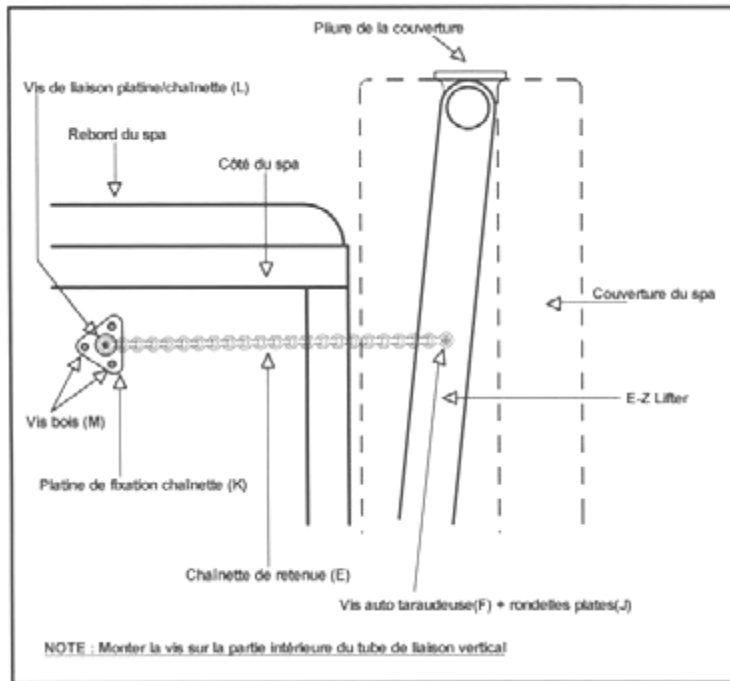

Figure 5
7) Plier la couverture par dessus l'**E-Z Lifter** et soulever l'ensemble en position verticale (la couverture doit pendre verticalement derrière le spa). Avant de fixer les chaînettes de retenue (E), prenez en une, tendez là entre la partie interne d'un tube de liaison vertical (B) et le dessous du rebord du spa. Faites une marque repère à chaque extrémité de la chaînette (voir figure 5).
8) Installez la platine fixation de la chaînette de retenue (K) en la centrant sur la marque repère faite sur la jupe d'habillage du spa et fixez la à l'aide de trois vis à bois courtes (M).
Insérez une rondelle plate (J) sur une vis de liaison platine/chaînette (L) suivie de la chaînette de retenue (E) et d'une autre rondelle plate (J). Vissez cet ensemble dans le trou central de la platine de fixation de la chaînette de retenue (K) jusqu'à blocage complet. Dévissez là ensuite d'un demi tour pour que la chaînette puisse circuler librement autour de la vis (voir figure 5). Veuillez, maintenant passer au paragraphe 9.
9) Maintenant montez l'autre extrémité de la chaînette de retenue (E) sur la face interne du tube de liaison vertical (B) à l'endroit du repère effectué lors du paragraphe 7. Insérez d'abord une rondelle plate (J) sur une vis auto taraudeuse (F), suivie de l'autre extrémité de la chaînette de retenue (E), suivie d'une autre rondelle plate (J). Vissez précautionneusement cet ensemble sur le tube de liaison vertical jusqu'à blocage. Desserrez l'ensemble d'un demi tour pour que la chaînette puisse circuler librement (voir figure 5)